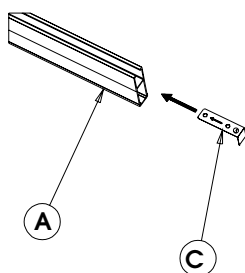

Fig.2
- 3) Inserire la dima n°3 (Rif. **C** Fig.2) nello spezzone **A** come indicato in Fig.2. Tracciare e forare con una punta $\varnothing 5.5$.
- 3) Insert template No.3 (Ref. C Fig.2) in section A as shown in Fig.2. Mark and drill through with a $\varnothing 5.5$ bit.
- 3) Introduire le gabarit n°3 (Réf. C Fig.2) dans le tronçon A d'après la Fig.2. Tracer et percer avec un foret $\varnothing 5.5$.
- 3) Introduzca la plantilla nº3 (Ref. **C** Fig. 2) en el trozo **A** tal y como se indica en la Fig. 2. Trace y taladre con una broca de $\varnothing 5,5$.